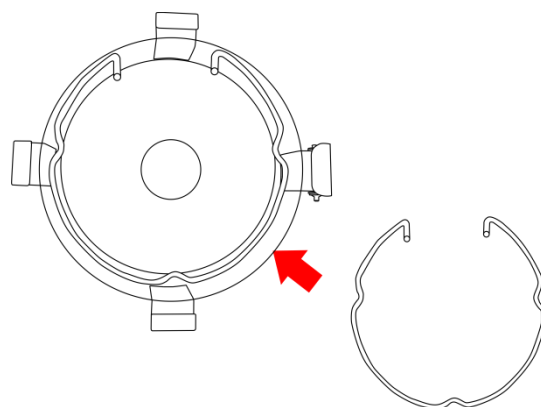

Fig. 06
- 05) Replace the fixation ring (Fig.06).